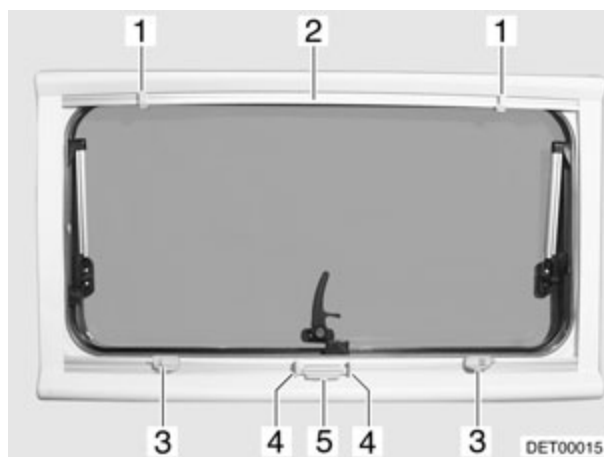

Fig. 42 Ventana abatible (variante 2)
- Apretar el tirador (Fig. 42,4), tirar de la persiana oscurecedora (Fig. 42,5) de abajo hacia arriba hasta la posición de retícula deseada.
- Comprimir el tirador (Fig. 42,4) y devolver la persiana oscurecedora enrollable a su posición (Fig. 42,5).
- Tirar de la mosquitera enrollable (Fig. 42,2) hacia abajo, hasta que choque con la persiana oscurecedora enrollable (Fig. 42,5).
- Encajar el pestillo de cierre (Fig. 42,1) en el bloqueo (Fig. 42,3).
- Aflojar ambos bloqueos (Fig. 42,3) simultáneamente.